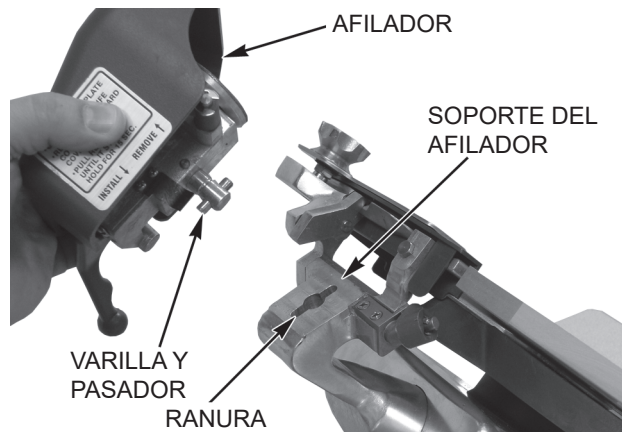

Fig. 6
- El afilador (Fig. 6) se monta en la parte superior de la cortadora.